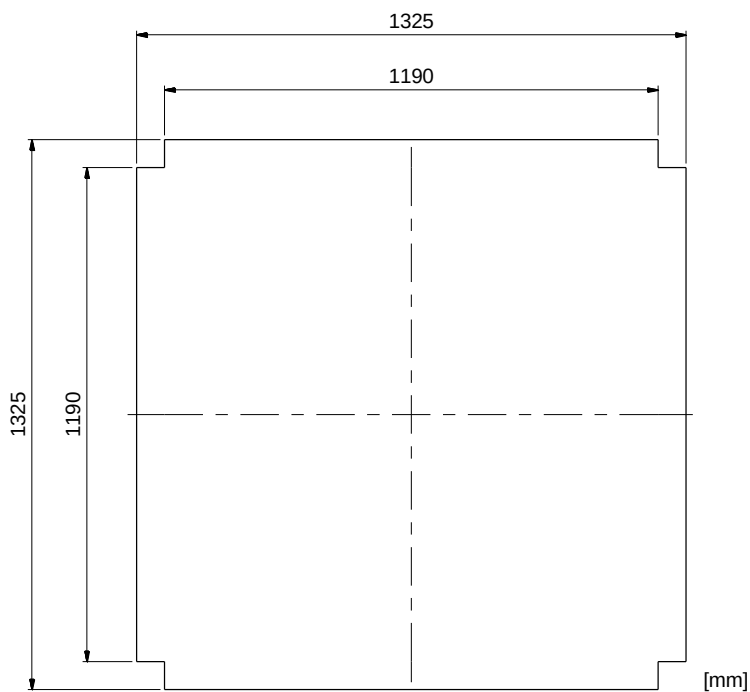
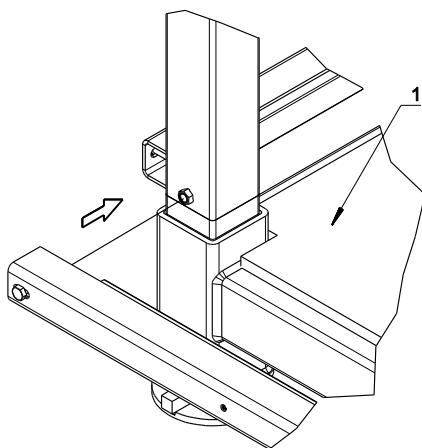

Bild 17. Dimension på Bottenskiva för betongjutning.
Bild 18. Placering av Ballaststöd.
- 4.1 Kontrollera att alla fyra hörnstolpar är korrekt monterade i Bottenramen. Kapa en 18 mm plywoodskiva, som uppfyller kraven i EN 636-3, till måtten enligt Bild 17 och lägg i botten av Bottenramen. Bulta fast de åtta Ballaststöden i svetsmuttrarna som sitter på Hörnstolparna. Använd de förmonterade bultarna på Ballaststöden, se Bild 18. I detta steg är det inte nödvändigt att dra åt bultarna hårt.